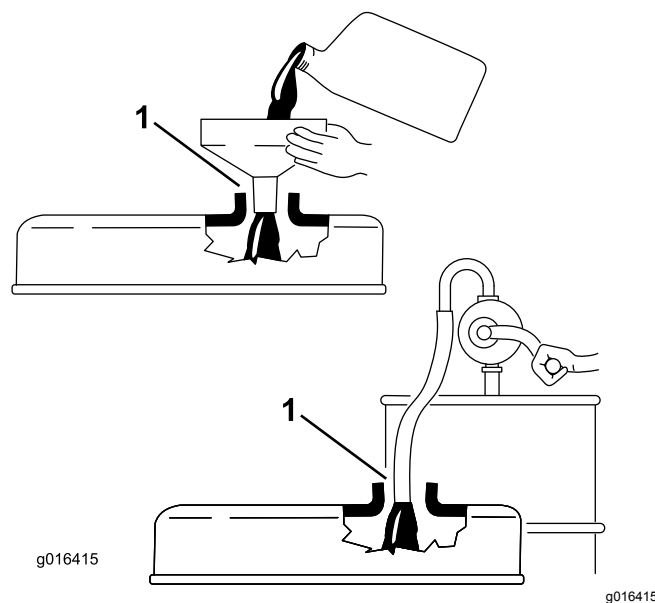

Figura 34
**Importante:** Retire la varilla mientras se llena de aceite el motor. Al añadir aceite de motor o al cambiar el aceite, *debe haber holgura entre el dispositivo de llenado de aceite y el orificio de llenado de la tapa de las válvulas, según se muestra en Figura 34.* Esta holgura es necesaria para permitir la ventilación durante el llenado, lo cual evita que el aceite se derrame sobre el respiradero.